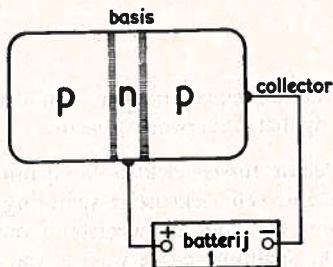

Fig. 6
Op de diode die gevormd wordt door collector en basis, wordt een batterij (1) aangesloten, zodanig, dat de collector een negatieve en de basis een positieve elektrische lading krijgt (fig. 6). Uit het voorafgaande weten we, dat door deze diode nu geen elektrische stroom gaat.